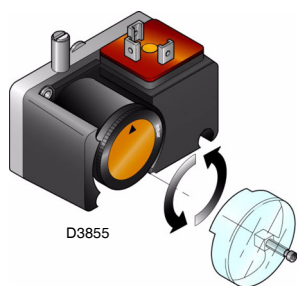

Abb. 23
- Regeln Sie den Minimal-Gasdruckwächter (Abb. 23) auf den Skalenanfang.